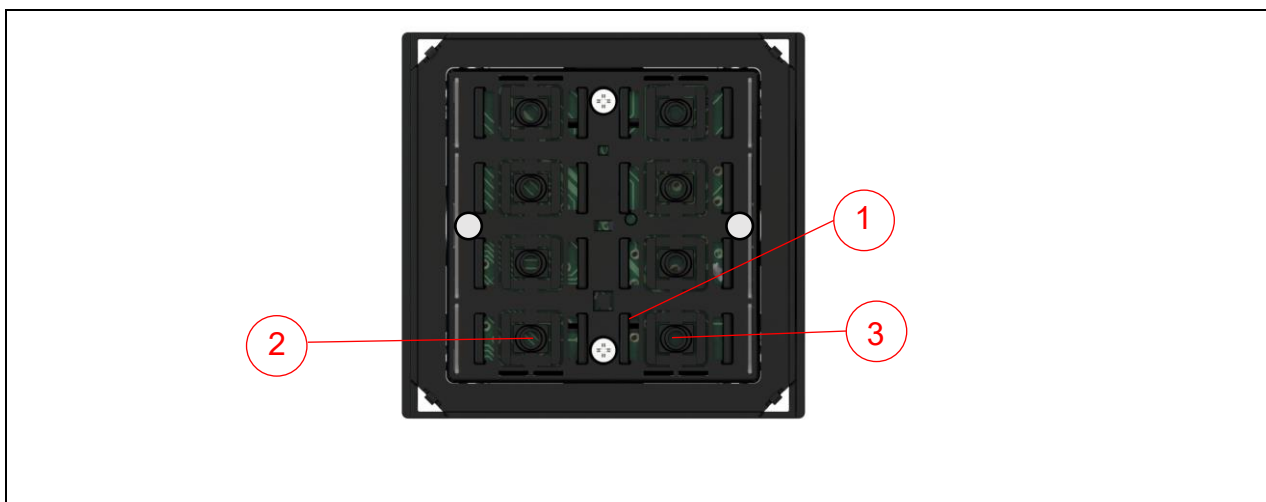

Figura 6 - Posizionamento dei sensori integrati nel dispositivo
Come accennato nelle Informazioni generali, il dispositivo è equipaggiato con 3 sensori integrati, tutti posizionati sotto il semiguscio di plastica, come evidenziato in Figura 6: temperatura (1), umidità relativa (2) e qualità dell'aria (3). La misura di quest'ultima grandezza è effettuata mediante sensore COV (Composti Organici Volatili), con segnale di uscita per CO₂ equivalente.
In Figura 6, il sensore di temperatura è posizionato in (1).
In Figura 6, il sensore di umidità relativa è posizionato in (2).
In Figura 6, il sensore di qualità dell'aria è posizionato in (3).